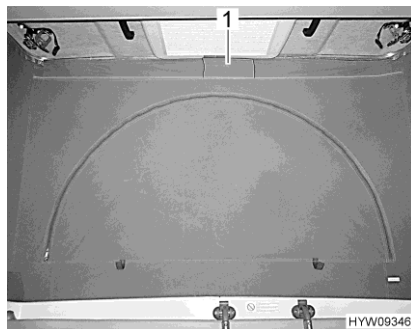

Bild 21 Lüftung (geschlossen)
- Klettverschluss der Stoffflasche (Bild 21,1) unter dem Aufstelldach lösen. Hinter der Stoffflasche ist als Schutz vor Insekten ein Netzgitter angebracht.